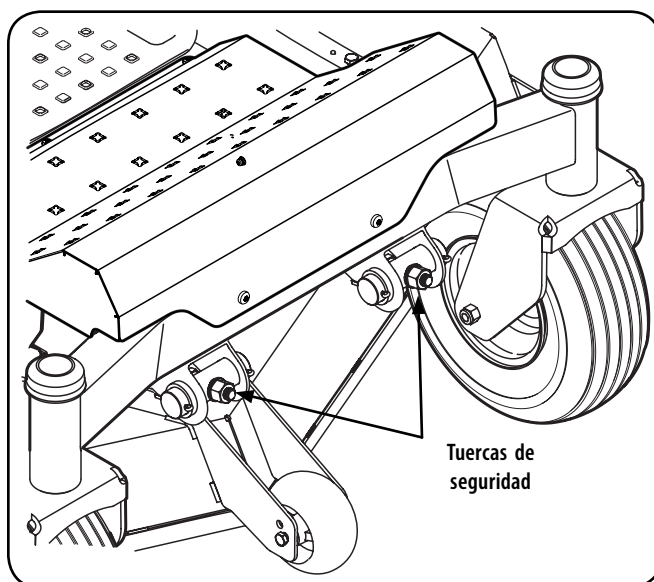

Figura 33
8. Con una llave, levante o baje la parte delantera de la cubierta girando la tuerca de seguridad en la barra de elevación de la plataforma delantera y fíjela con las tuercas de bloqueo traseras. . Vea la Figura 33.